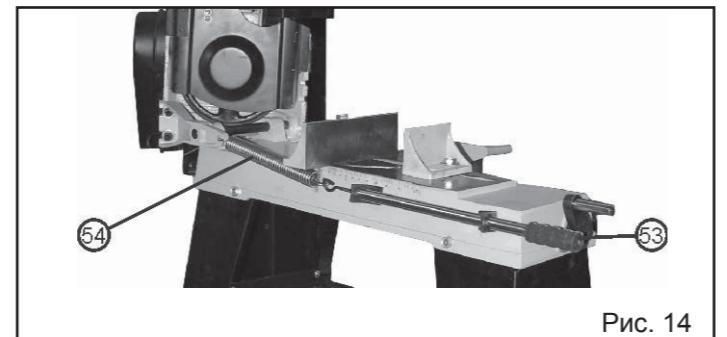

Рис. 12
9.4. Регулировка нижней и верхней направляющих пильной ленты (Рис. 12,13)